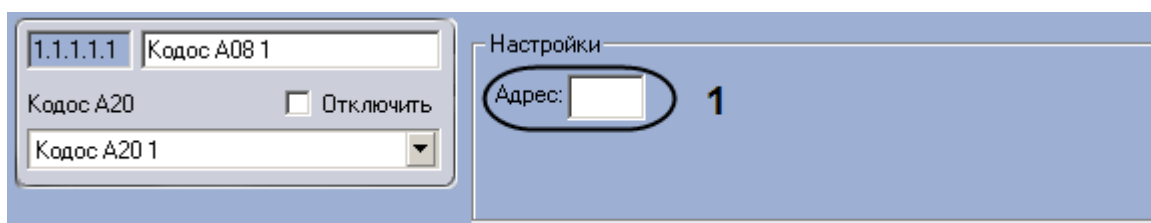

Рис. 3.6—15 Настройка адресного блока Кодос А-08
2. Ввести аппаратный адрес подключения адресного блока Кодос А-08 в поле **Адрес** (см. Рис. 3.6—15, 1).